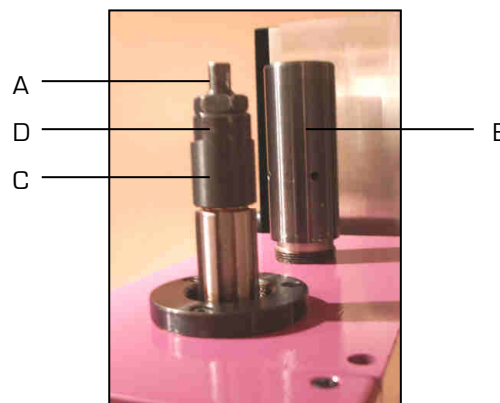
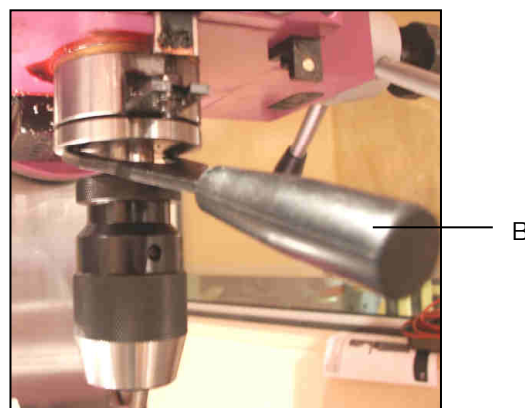

Figure 2
Figure 3
2. Dévisser le cache [E fig.2].
5. Bloquer la queue de mandrin en vissant la tige filetée [A fig.2] traversant la broche à l'aide d'une clé plate 8 mm et de la clé de serrage broche [B fig.3].
6. Visser l'écrou [C fig.2] à l'aide d'une clé plate 19 mm et de la clé de serrage broche [B fig.3].
7. Visser le contre-écrou [D fig.2] à l'aide d'une clé plate 19 mm et de la clé de serrage broche [B fig.3].
8. Visser le cache [E fig.2].
2. Dévisser le cache (E fig.2).
4. Bloquer le mandrin porte-pinces en vissant la tige filetée (A fig.2) traversant la broche à l'aide d'une clé plate 8 mm et de la clé de serrage broche (B fig.3).
5. Visser l'écrou (C fig.2) à l'aide d'une clé plate 19 mm et de la clé de serrage broche (B fig.3).
6. Visser le contre-écrou (D fig.2) à l'aide d'une clé plate 19 mm et de la clé de serrage broche (B fig.3).
7. Visser le cache (E fig.2).
1. Dévisser le cache (E fig.2).
2. Dévisser le contre-écrou (D fig.2) à l'aide d'une clé plate 19 mm et de la clé de serrage broche (B fig.3).
3. Dévisser l'écrou (C fig.2) à l'aide d'une clé plate 19 mm et de la clé de serrage broche (B fig.3).
4. Débloquer la queue de mandrin en dévissant la tige filetée (A fig.2) traversant la broche à l'aide d'une clé plate 8 mm et de la clé de serrage broche (B fig.3).